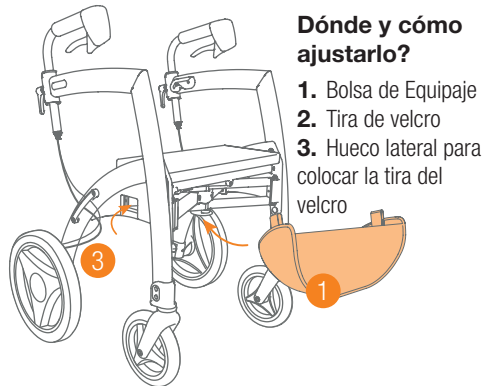

Figura 3: Fijación de la bolsa.
- La bolsa de equipaje no es simétrica, el lado sigue la forma del marco. Determine cuál es la parte delantera y coloque la bolsa de equipaje correctamente debajo del asiento (**Figura 3**).